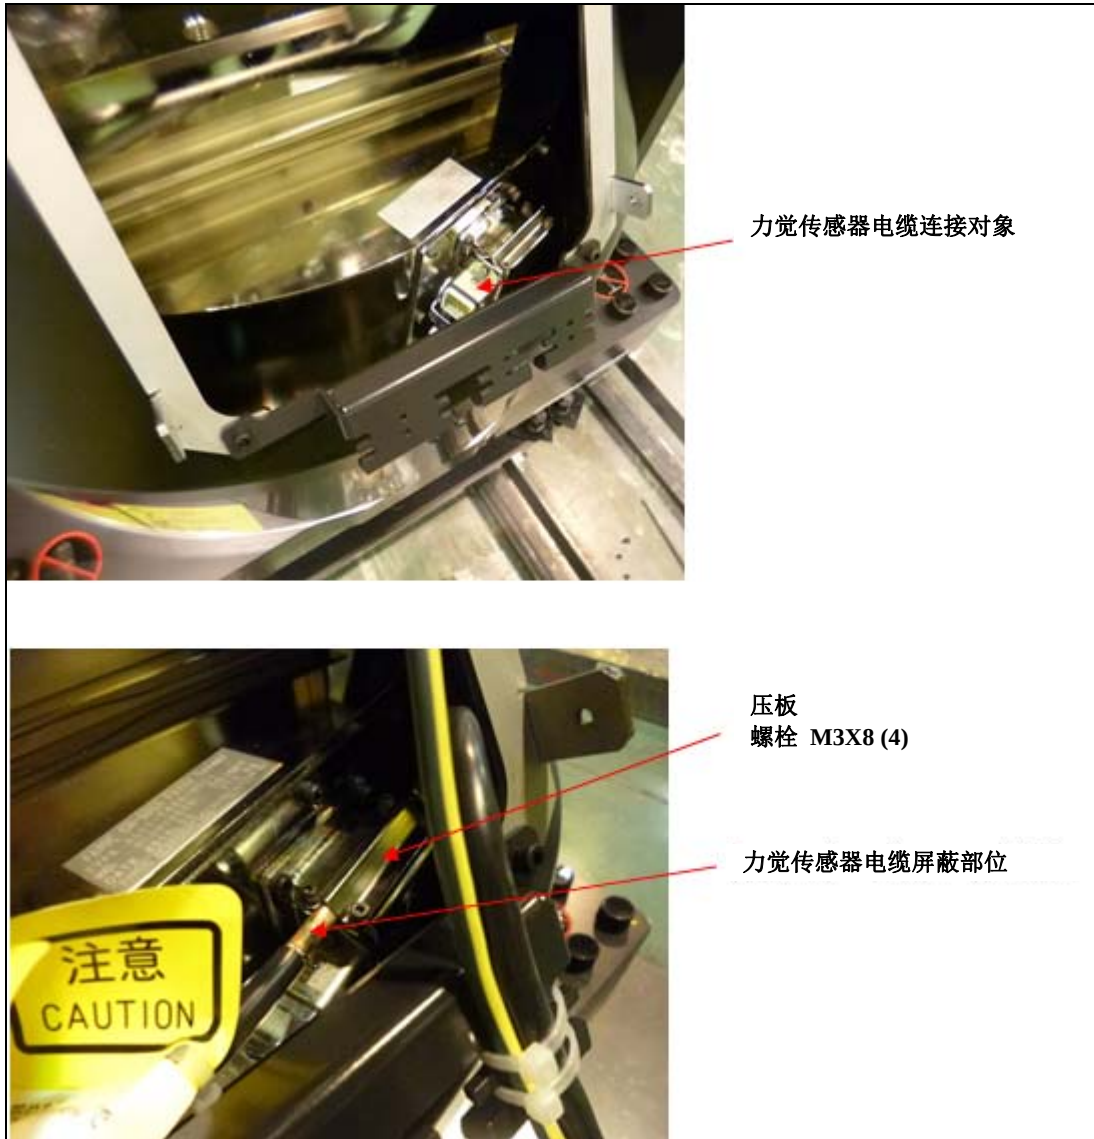

图 2.1 (b) 电缆连接图 (2/4)
- 4 按照图 2.1 (c),图 2.1 (d), 将各个电缆连接到机器人机座背面的连接器部上。